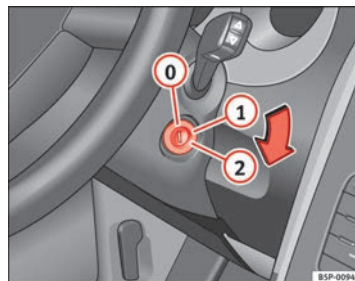

Fig. 135 Posiciones de la llave de contacto
En esta posición ⇒ fig. 135 el encendido y el motor están desconectados pudiéndose bloquear la dirección.
- Gire la llave de contacto hasta la posición ⇒ fig. 135 ①. El testigo  se encenderá en caso de precalentamiento del motor. ▶
- En cuanto se apague el testigo, gire la llave de encendido a la posición ② para poner en marcha el motor y no pise el acelerador.
- Gire la llave de contacto a la posición ⇒ fig. 135 ①.